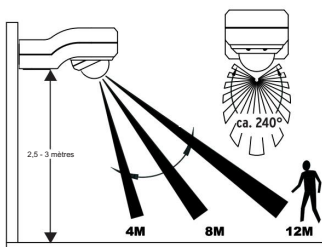

Figure 1A
- Le détecteur de mouvement doit idéalement être fixé entre 2,5 et 3 mètres au-dessus de la zone à surveiller (voir fig. 1A).